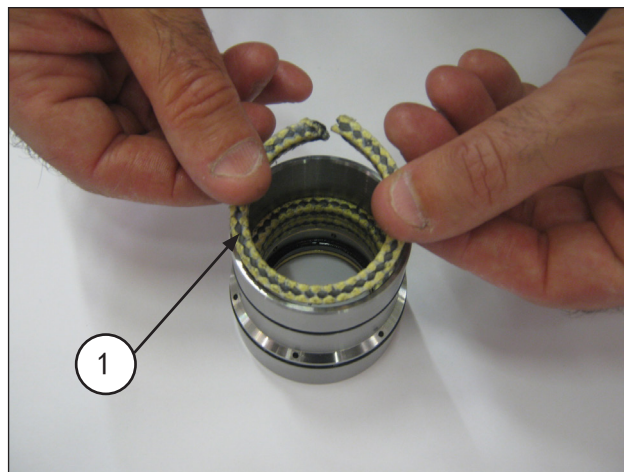

图 40
安装防挤压环(部件号①, 图 39)、三个护垫(注意确保护垫(部件号①, 图 40)相互之间成120°角)、护垫防刮环和弹簧环(部件号①②, 图 41)。